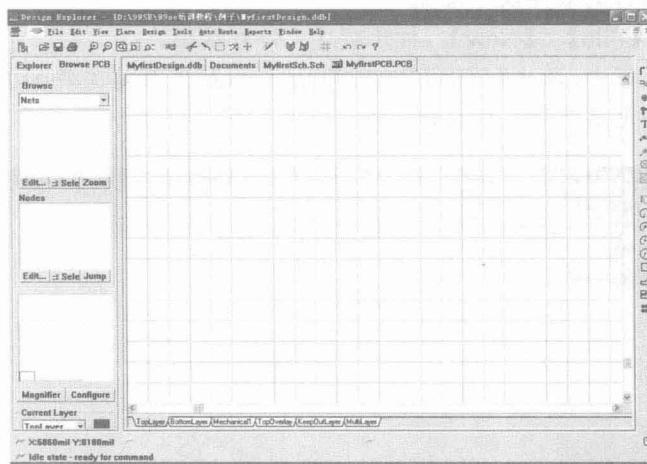

图 1-18 新建的 PCB 设计文件
- 在新建文件对话框中，单击 **【PCB Document】**（PCB 文件）图标，然后单击 **OK** 按钮，系统将会新建一个 PCB 设计文件，结果如图 1-18 所示。